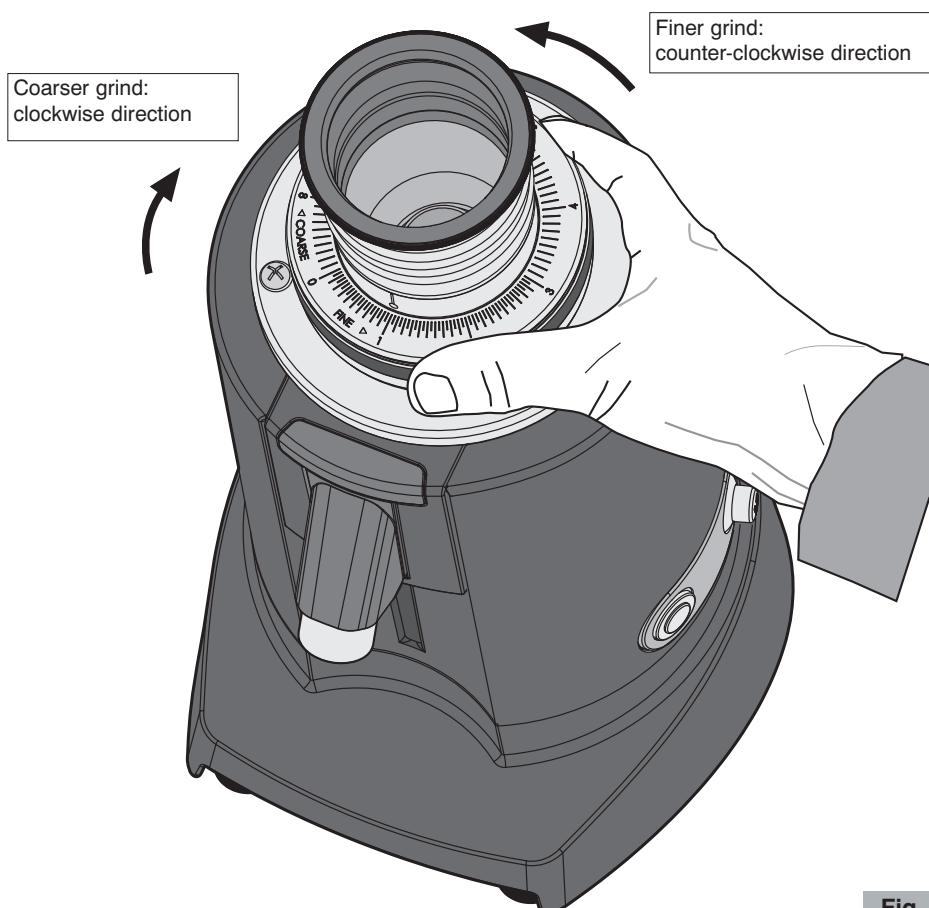
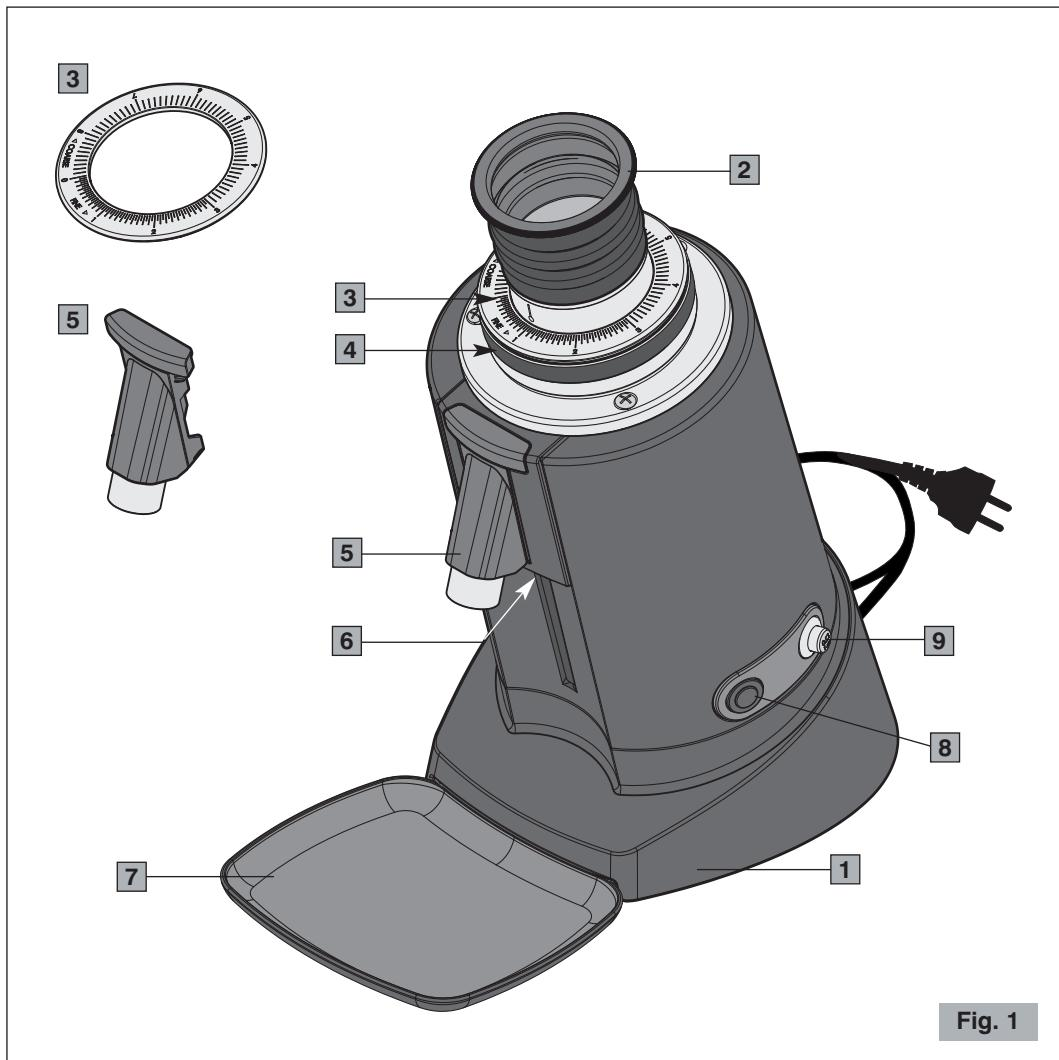
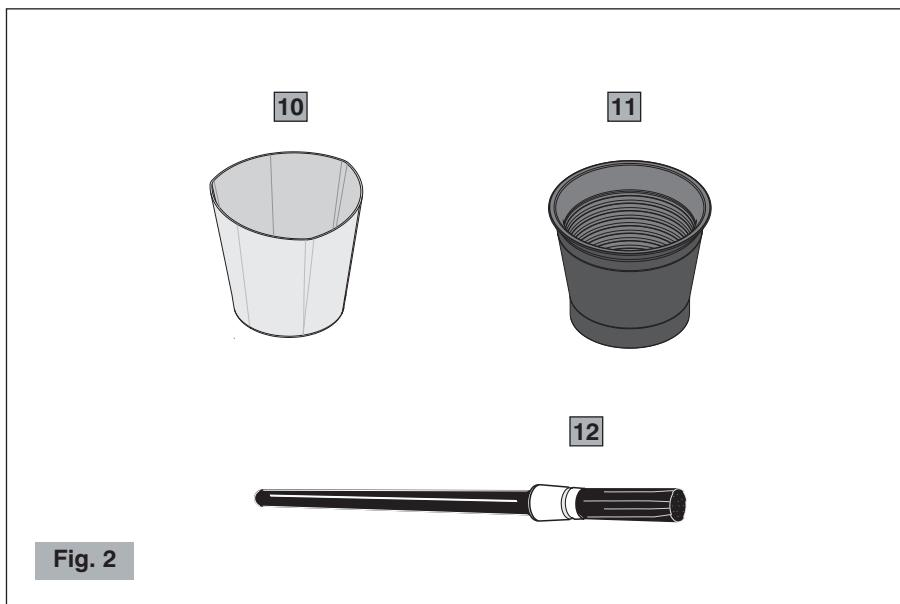
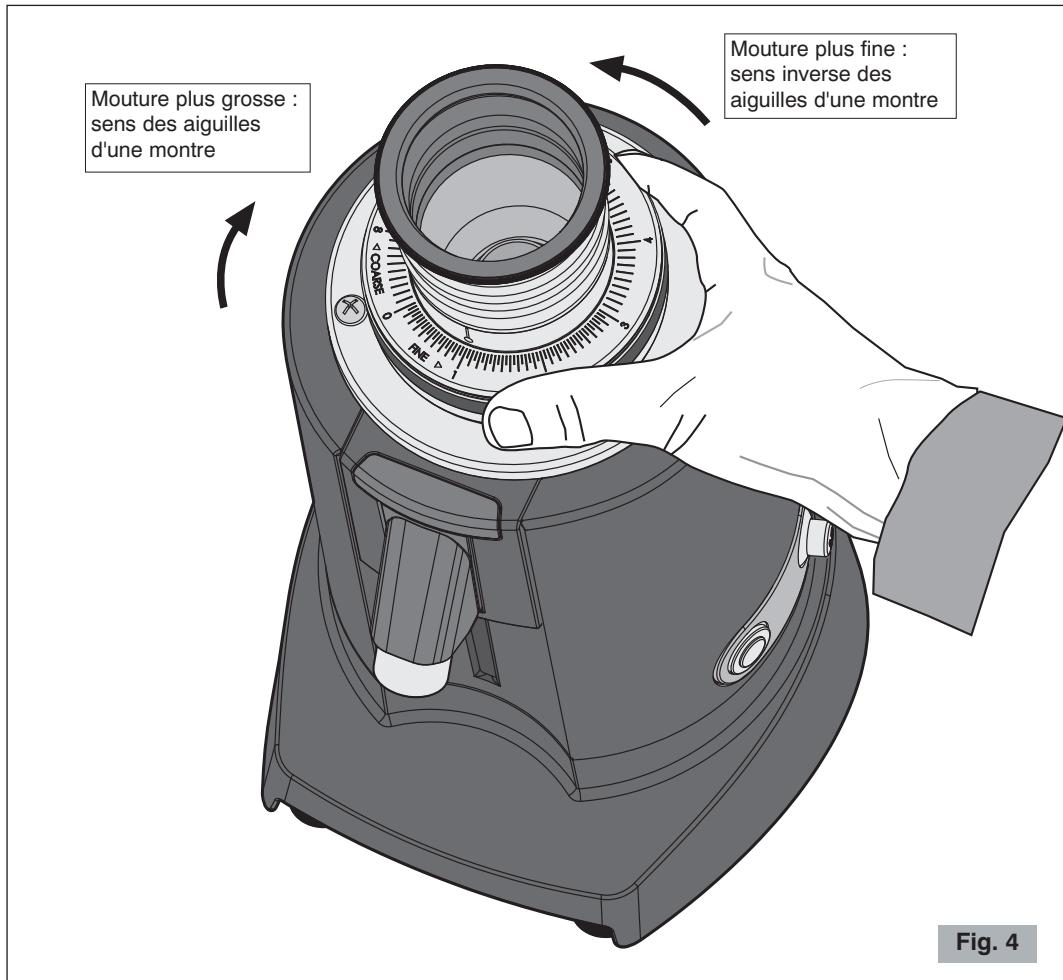

Fig. 4
Fig. 1
Fig. 2
Fig. 4
The degree of grinding may be further corrected by shifting the grinding adjustment disc (4 Fig. 1) (see Fig. 4).
If you want to change the zero position of the grinding degree (for example in the case of changing burrs) you can remove the repositionable graduated disc (3 Fig. 1) to define this position.
The motor gets blocked.	<ul style="list-style-type: none"> • If the motor gets blocked due to incorrect regulation of grinding or to the presence of a foreign body in the burrs, try increasing to the coarsest grain size by turning the grinding adjustment disc clockwise (4 Fig. 1). If this is not enough, switch off the appliance, disconnect the plug from the socket and consult technically qualified personnel.
Composants principaux (Fig. 1, Fig. 2)
Avant de brancher la fiche à la prise de courant, s'assurer que l'interrupteur ON-OFF (9 Fig. 1) est en position d'arrêt « O ».
- 1** Mettre l'interrupteur ON-OFF en position « I » (9 Fig. 1).
- 3** Placer le récipient fourni avec (10 Fig. 2) sous la bouche de sortie (5 Fig. 1).
4 Démarrer le moteur avec le bouton marche/arrêt (8 Fig. 1). La led de fonctionnement (6 Fig. 1) s'allume.
6 Verser la quantité souhaitée de grains de café dans l'ouverture du soufflet (2 Fig. 1).
Si la led de fonctionnement (6 Fig. 1) commence à clignoter et que l'on voit que le temps restant ne sera pas suffisant pour moudre tous les grains de café, appuyer de nouveau sur le bouton marche/arrêt (8 Fig. 1).
7 Après avoir complètement moulu les grains de café, frapper le soufflet (2 Fig. 1) avec la paume de la main en prenant soin de couvrir complètement son ouverture, afin de faire tomber tout le café moulu.
Fonctions du bouton de marche/arrêt moteur et temps de mouture (8 Fig. 1)
Pour régler le degré de mouture, tourner la bague de réglage de la mouture (4 Fig. 1) (voir Fig. 4).
Si l'on souhaite modifier la position zéro du degré de mouture (par exemple en cas de changement des meules) on peut retirer le disque gradué repositionnable (3 Fig. 1) pour définir cette position.